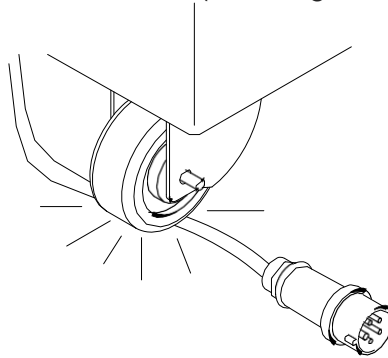

Figure 1
- Assurez-vous que les roues peuvent se déplacer librement, de sorte qu'elles ne touchent jamais le cordon d'alimentation (voir la figure 1).